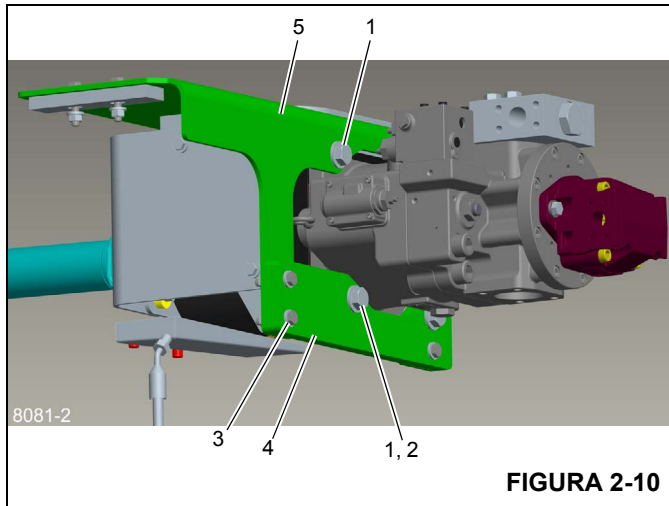

FIGURA 2-10
2. Retire los pernos, tuercas y arandelas (1, Figura 2-10) que mantienen unidos el embrague, la escuadra de montaje y la bomba. Un buje (2) en el perno inferior izquierdo caerá cuando se retire la tornillería.
3. Retire los tres pernos, tuercas y arandelas (3) que sujetan la placa de montaje (4) a la escuadra de montaje (5).
1. Instale la placa inferior (4, Figura 2-10) en la escuadra de montaje (5) alrededor del cuerpo de la bomba, utilizando los tres pernos, arandelas y tuercas (3).
2. Deslice el embrague en la estría de la bomba, instale el buje (2) que se retiró en el paso 1 y sujete el conjunto con los pernos, las tuercas y las arandelas (1, Figura 2-10). Apriete la tornillería al par de apriete recomendado en *Sujetadores y valores de apriete*, página 1-14.